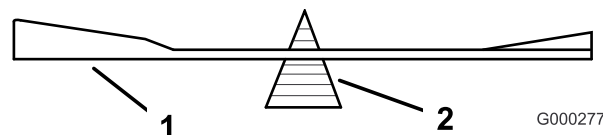

Figura 27
2. Verifique o equilíbrio da lâmina colocando-a num equilibrador de lâminas (Figura 27).